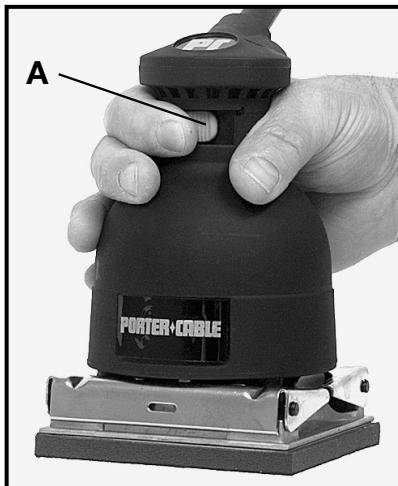

Fig. 3
**⚠ ADVERTENCIA** Asegúrese que el interruptor (A), Fig. 3 esté apagado, "OFF".
3. Mientras detiene firmemente la lijadora fuera de la superficie del trabajo, ponga el interruptor (A), Fig. 3 en la posición prendida, "ON".
La Lijadora para Acabados de Porter-Cable fue diseñada para operarse con una mano (Fig. 3). Por su peso liviano, la falta de vibraciones y un equilibrio perfecto, la lijadora se quía con facilidad sobre la superficie del trabajo con una mano. El peso normal de la máquina es suficiente para lijar eficazmente. No aplique ninguna fuerza adicional a la máquina. Esto sólo sirve para rebajar la velocidad del cojín, disminuir la eficacia de la lijada y sobrecargar el motor. También, puede causar que la lijadora brinque. Deje que la lijadora haga el trabajo.